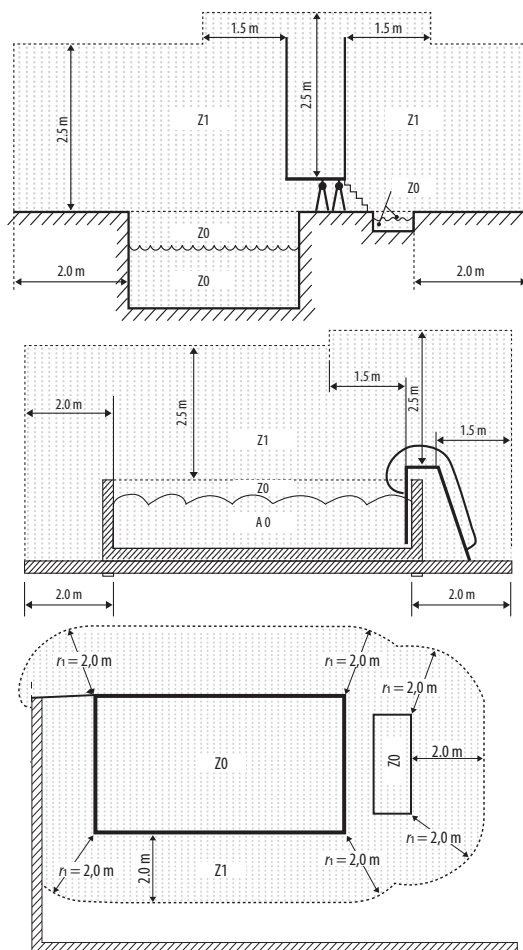

Figura 1 - **ZONE DE INSTALARE** zonele marcate: pompa nu poate fi instalată aici
- Pompa nu poate fi instalată în Zona 0 (Z0) sau Zona 1 (Z1). Puteți vedea diagramele în Figura 1 - Zone de instalare.